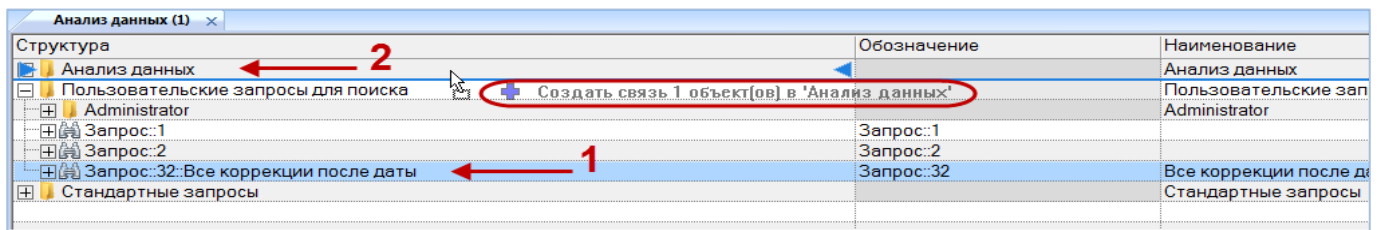

Рис. 7-13 – Установление связи запроса с папкой
- 3) Переместить с помощью мыши выделенные запросы в нужную папку – появится подсказка вида «+ Создать связь X объект(ов) в ...». Отпустить кнопку мыши (рис. 7-13).